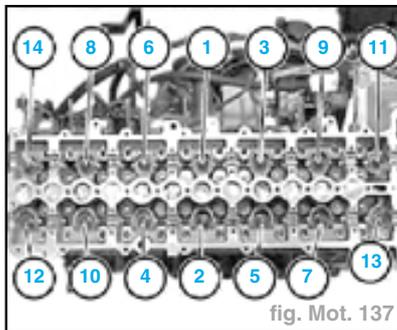

fig. Mot. 137
- les vis de culasse de l'extérieur vers l'intérieur dans l'ordre de 14 à 1 (fig. Mot. 137),
- Mettre en place les **vis neuves** légèrement graissées et les serrer de **1** à **14** au couple de **8,0 daN.m** et desserrer d'**1/2** tour puis resserrer à **5,0 daN.m** et **90°** puis **90°** suivant l'ordre de **1** à **10** (fig. Mot. 137).